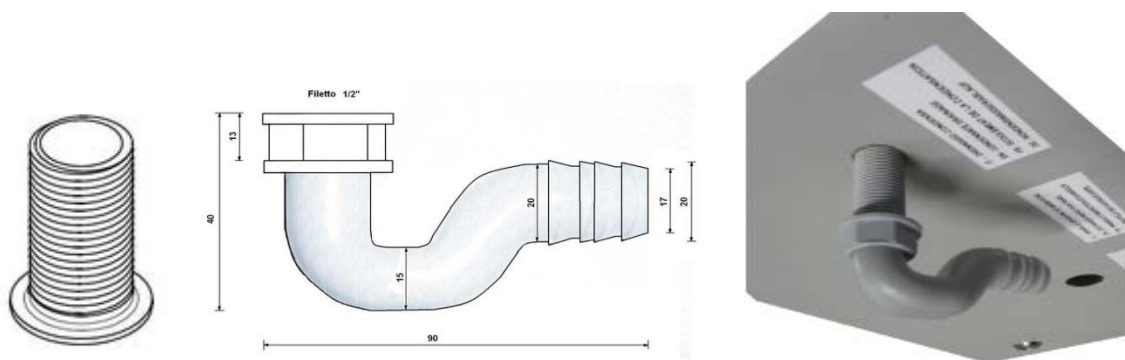
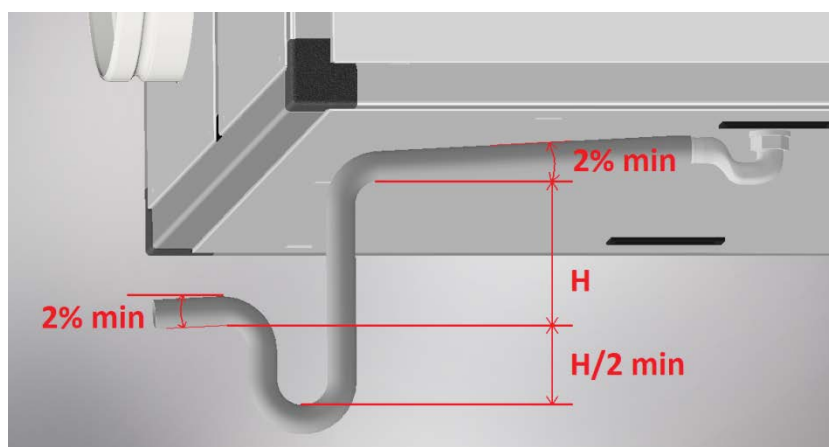

Figura 5 - Immagine del kit di scarico condensa e foto del montaggio sull'unità
Figura 6 - Altezza del sifone di scarico condensa ($H + H/2 + \varnothing_{\text{tubo}}$)
- Installare un adeguato sifone di scarico condensa il più vicino possibile all'unità: in dotazione è fornito un piccolo sifone (vedi Figura 5), il quale ha più una funzione di raccordo che di sifone vero e proprio. Infatti per evitare il risucchio d'aria e quindi il corretto scarico della condensa, è necessario installare/realizzare un sifone con altezza minima come indicato in Tabella 1 e Figura 6; l'altezza (H) minima è calcolata tenendo conto delle condizioni di lavoro standard dell'unità, mentre l'altezza ottimale considera la prevalenza totale del ventilatore (quindi permette un corretto scarico condensa in qualsiasi condizione).